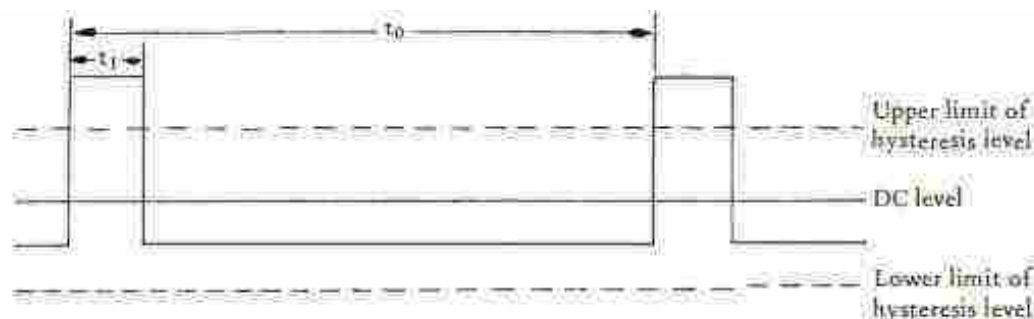

Figura 91: Sensibilidad de entrada por relación de trabajo.
4. Sensibilidad de entrada por relación de trabajo: el nivel de activación del circuito de Schmidt se establece de tal manera que se mantenga a la máxima sensibilidad contra la señal de la relación de trabajo del 50 %, como onda sinusoidal, onda triangular y onda rectangular. Cuando se reduce la relación de trabajo, el nivel de CC de la señal añadida al circuito de Schmidt variará como se muestra en la figura 91 y no podrá exceder el límite inferior del nivel de histéresis, de modo que la sensibilidad de entrada se reducirá.